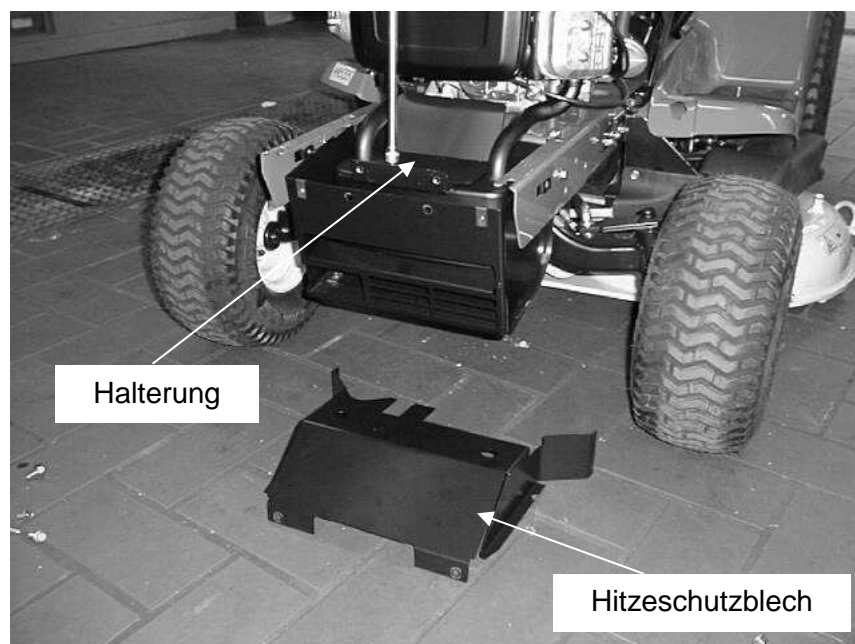

Bild 3: Hitzeschutzblech und Halterung am John Deere LTR 166
4. Demontieren Sie die obere Halterung (siehe Bild 3), um das untere Hitzeschutzblech entfernen zu können.